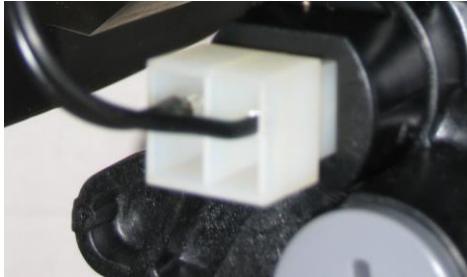

Abb. 1: Anschluss am Zentralsteuerventil
- Abb. 1: Den Regeneriermittel-Nachfüllregler am Zentralsteuerventil herausdrehen und die Kugel entnehmen. Die Elektrode dichtend einschrauben und den weißen Anschlussstecker ordnungsgemäß in die Elektrode einstecken.